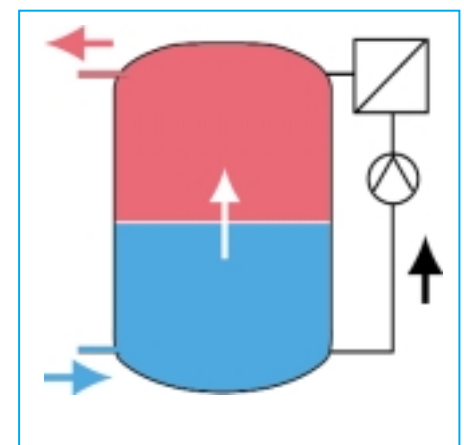

Bild 4 Wasserentnahme während Aufheizvorgang: 3. Warmwasserentnahme > Ladestrom
3. Warmwasserentnahme > Ladestrom (Bild 4)